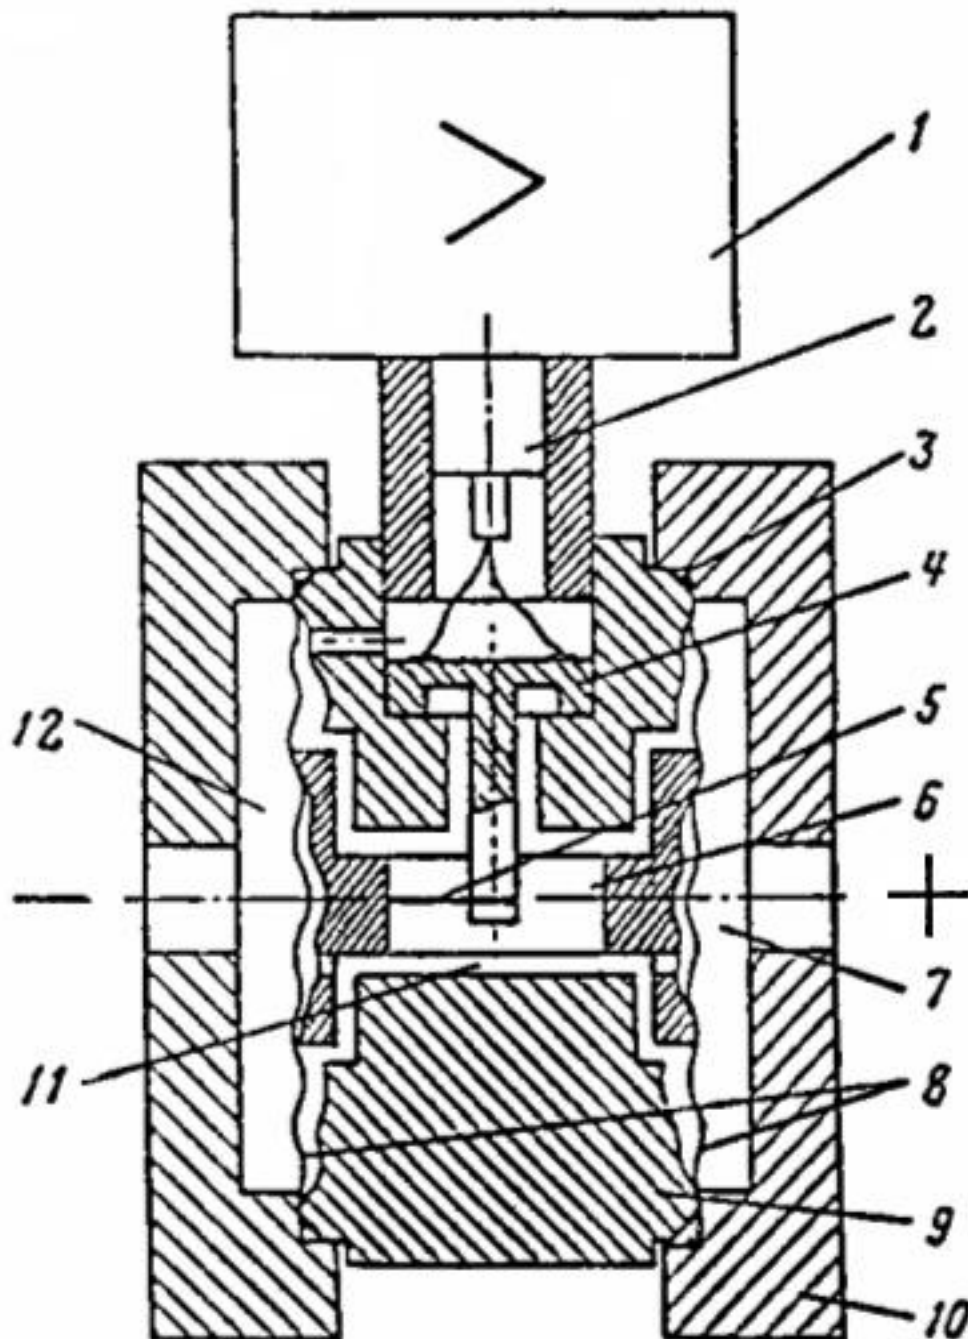

Рисунок 4
1.5.8 Преобразователь Сапфир-22-Ех-М моделей 2110, 2120, 2130, 2140, 2310, 2320, 2330, 2340 отличаются от преобразователей, описанных в 1.5.7 тем, что камера 12 (рисунок 4) сообщена с атмосферой.
Преобразователь Сапфир-22-Ех-М моделей 2210, 2220, 2230, 2240 отличаются тем, что измеряемое давление подается в камеру 12 (рисунок 4), а камера 7 сообщена с атмосферой.